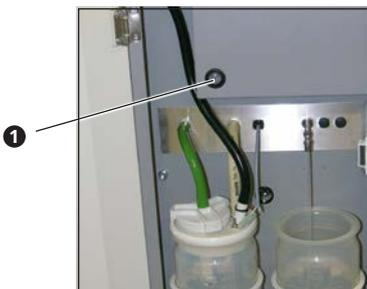

Bild 23.
- Die Spüleinrichtung wird aus einem beheizten (37°C) Vorratsbehälter (③, Bild 22) mit 4,5 l Inhalt versorgt. Der Behälter ist leicht zu füllen und zu reinigen bzw. zu desinfizieren. Die Pumpe schaltet sich automatisch nur dann ein, wenn notwendig. Der Wasserdruck und die Durchflussmenge können über den Auslösehebel am Handgriff reguliert werden. Durch den Schalter ①, Bild 23, kann die Ohrspüleinrichtung ein- und ausgeschaltet werden.